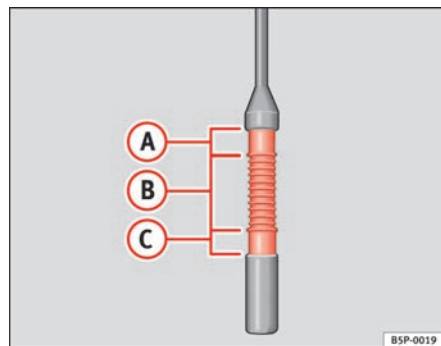

Fig. 165 Asta di misurazione livello olio motore.
- In seguito, estrarla di nuovo e controllare il livello dell'olio ⇒ **fig. 165**. Se necessario, rabboccare dell'olio motore.